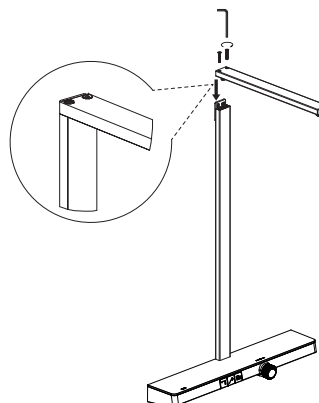

Abbildung 2
- e) Das Armrohr montieren und mit dem Inbusschlüssel sichern (Abbildung 2).